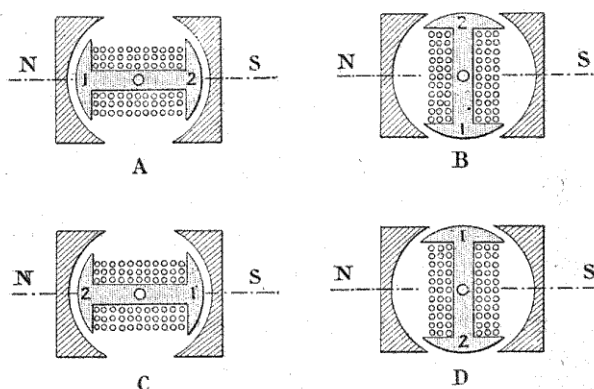

Fig. 124. — Alternatives de courant dans une magnéto.
arrivé un moment où les deux têtes en fer doux du T se sont trouvées en face de chacun des pôles des aimants, ont été, par conséquent, attirées (fig. 124, A) puissamment, d'où la résistance éprouvée.
*proche que naît le courant. Aussitôt que nous avons franchi la résistance, nous avons éloigné la bobine de fil, puisqu'au champignon de fer doux nous avons substitué devant le pôle de l'aimant un matelas d'air vingt mille fois moins perméable que le fer au fluide (B, fig. 124). A ce moment, le courant électrique est né et nous l'avons senti. On voit donc que, lors d'un tour complet de notre induit, il y aura deux moments où le courant électrique produit sera maximum quand le T deviendra vertical, B, D, et deux autres moments où il sera nul quand le T sera horizontal, A, C.*
Un moteur à quatre cylindres a, en effet, besoin de *deux* étincelles par *tour*, puisqu'il lui faut une explosion à chaque *temps*, et qu'il y a deux temps par tour. Or, quand notre bobine a fait un tour complet, elle a donné *deux* maximums de courant (fig. 124), donc, il est possible de lui tirer deux étincelles. Considérez la position A, il n'y a pas de courant électrique. Mais, quand la tête I est arrivée à la position B, nous avons
ture qui va quitter sa position horizontale, pour devenir verticale et donner du courant (B ou D, fig. 124). La came C du cylindre 3 a envoyé le levier L chercher ce courant à l'inflammeur I, puis, tandis que ce courant passe, elle va abandonner à son ressort R, ce levier L qui, s'éloignant dans le sens de la flèche, va *étirer*, arracher une étincelle. Les autres leviers sont restés indifférents, puisque leurs cames de com-
EN RÉSUMÉ : *L'allumage par MAGNÉTO A BASSE TENSION comprend un aimant entre les pôles duquel se déplace une bobine simple. Ces déplacements produisent deux fois par tour dans la bobine un courant induit. Cette bobine a une de ses extrémités de fil reliée à la masse, l'autre extrémité reliée à un ou plusieurs inflammateurs; un mécanisme de leviers, de ressorts et de cames vient fermer le circuit un peu avant le point mort supérieur pour permettre au courant de boucler son circuit et le rompt au point mort supérieur au moment où ce courant est maximum (T vertical, fig. 124) en faisant jaillir entre l'inflammateur ISOLÉ et le rupteur (masse) une étincelle qui allume le mélange explosif.*